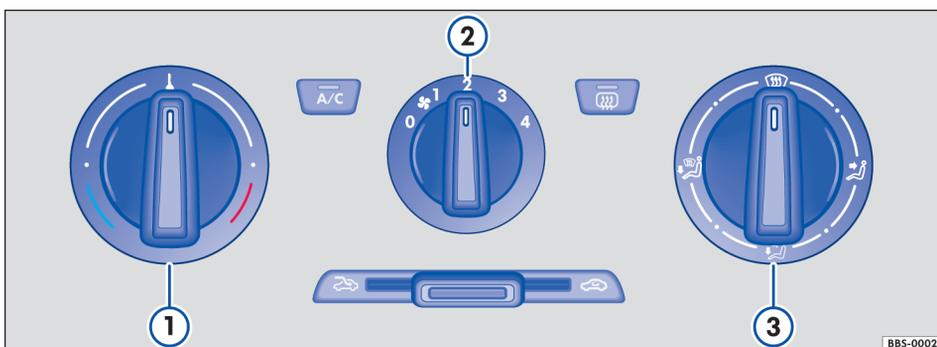

图 92 中控台上：手动空调系统操作机构
按钮、调节器	说明信息。手动空调系统 ⇒ 图 92。
- 将空气分配旋钮 ③（⇒图 92）旋至 档。
- 将鼓风机转速调节旋钮 ②（⇒图 92）旋至 3 档。
- 将温度调节旋钮 ①（⇒图 92）右旋到止位。
- 按需要，调节温度调节旋钮 ①（⇒图 92），设定合适温度。
- 将鼓风机转速调节旋钮 ②（⇒图 92）旋至 2 或 3 档